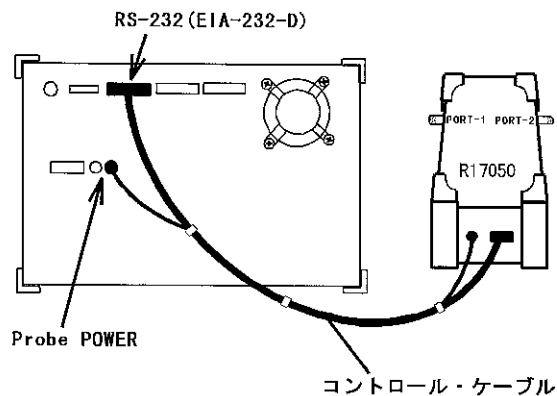

図 2-3 コントロール・ケーブルの接続
- ① 本器とネットワーク・アナライザをコントロール・ケーブルで接続します。ネットワーク・アナライザ側の Probe POWER コネクタは2つあります。どちらに接続しても構いません(図 2-3 参照)。
- ① 本器とネットワーク・アナライザをコントロール・ケーブルで接続します (図 2-3 参照)。
- ① 本器とネットワーク・アナライザをコントロールケーブルで接続します (図 2-3 参照)。
- ① 接続するネットワーク・アナライザに対応して、テスト・セットを接続します。
- ② 本器とネットワーク・アナライザをコントロール・ケーブルで接続します (図 2-3 参照)。
- ③ DUT を実際に測定するときの条件に設定します。